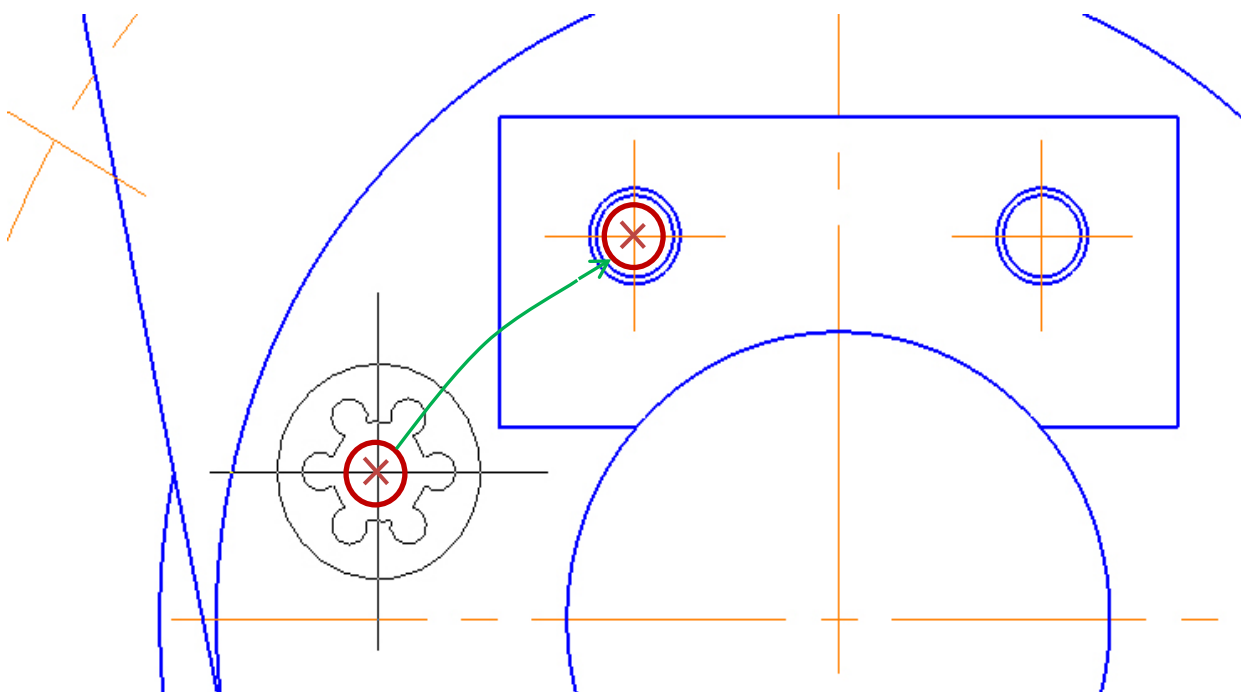

Рис. 4.46. Вставка стопорной шайбы
- Разместите шайбу на чертеже, совместив базовые точки, как показано на рис. 4.46.